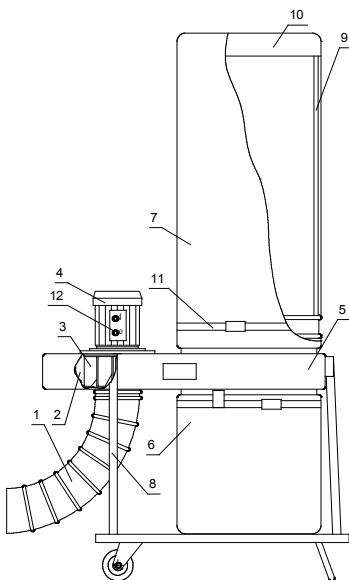

Рис. 5
5.2 Воздушный поток (см. рис.5) по воздуховоду 1 поступает в центральную часть улитки 2, где вращающееся рабочее колесо 3 приводимое в действие электродвигателем 4, ускоряет поток и вводит его в корпус 5.
- 6.2.3 Собрать установку (рис.5).